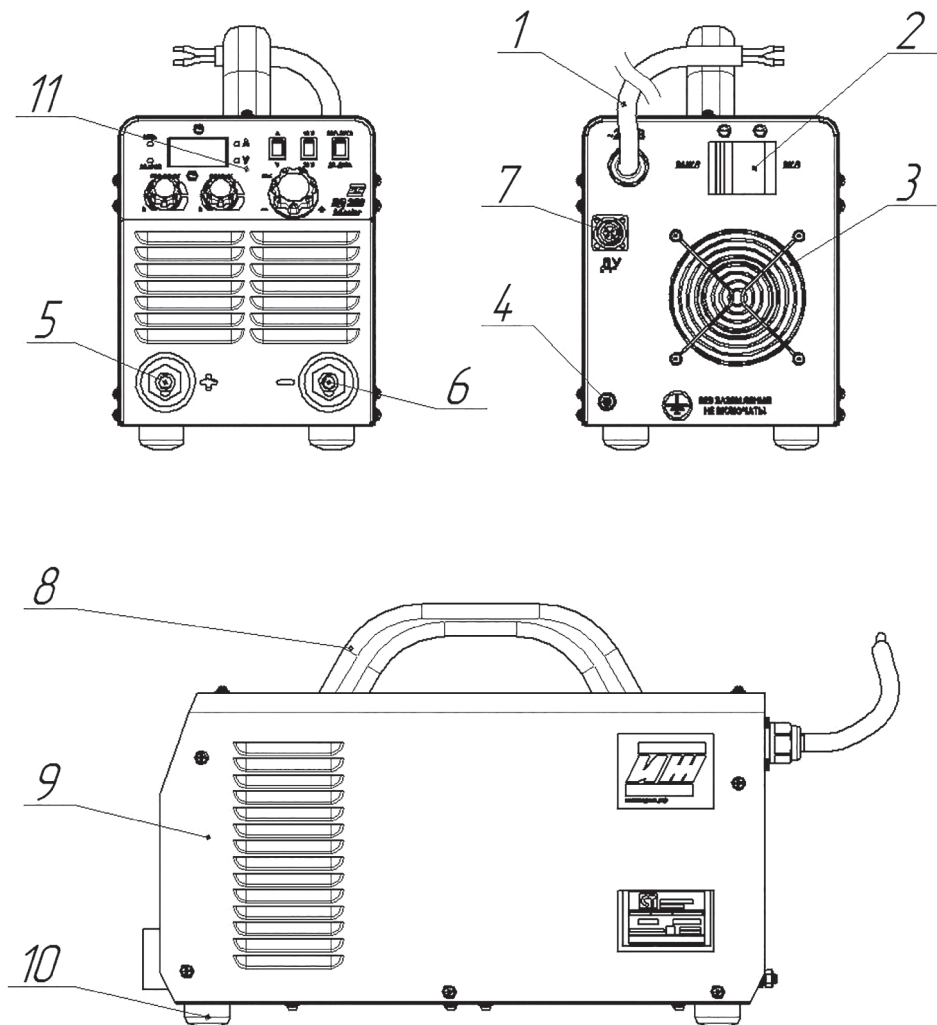
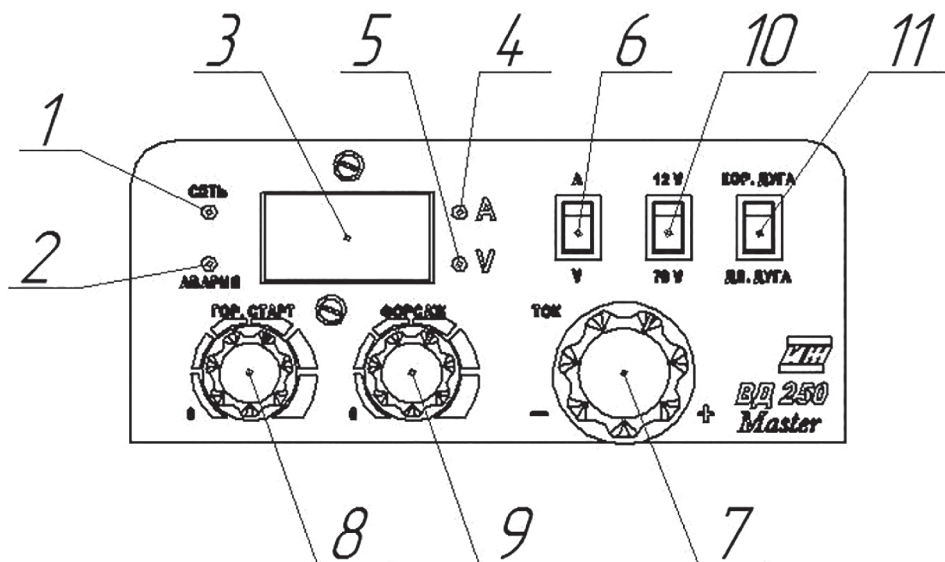

Рисунок 1 – Внешний вид и основные узлы:
Рисунок 2 – Панель управления:
На дисплее выпрямителя (рис.2, п.3) отображается информация об установленном сварочном токе, текущем сварочном токе (токе протекающем непосредственно во время сварки), текущем напряжении и функциях «горячий старт» и «форсаж дуги».
Для того чтобы настроить сварочный ток необходимо установить переключатель отображаемой величины (рис.2, п.6) в положение «А». Загорится индикатор «А» (рис.2, п.4) и на дисплее будет отображаться установленный сварочный ток в Амперах. Изменить установленный сварочный ток можно вращением ручки регулировки тока (рис.2, п.7).
Для того чтобы посмотреть текущее напряжение в сварочной цепи необходимо установить переключатель отображаемой величины (рис.2, п.6) в положение «V». Загорится индикатор «V» (рис.2, п.5) и на дисплее будет отображаться текущее напряжение в сварочной цепи в Вольтах.
Настройки функций «Горячий старт»(HOT-START) и «Форсаж дуги» (ARCFORCE) представлены в виде регулировочных резисторов (рис.2, п.8) и (рис.2, п.9) соответственно, имеющих шкалу на панели управления. Однако более точно их значение отображает дисплей. При вращении ручек регулировки этих функций он автоматически отображает значение изменяемой величины в процентах (от 0 до 100) и через 2 секунды возвращается к показаниям тока или напряжения (в зависимости от настроек пользователя).
Данная функция снижает напряжение холостого хода до уровня менее 12 Вольт для избежания поражения электрическим током во время проведения работ в опасных средах (высокая влажность, металлические ёмкости и т.п.). Активируется переключателем «БСН» (VRD) (рис.2, п.10) в положении «12V». В положении переключателя «70 V» величина холостого хода имеет стандартное значение.
Данная функция предназначена для уменьшения длины сварочной дуги до 2-3 диаметров электрода. Активируется переключателем «Короткая дуга» (рис.2, п.11) в положении «КОР.ДУГА». Рекомендуется для угловых швов или сварки «с отрывом», работы в неудобных положениях для стабильности дуги и т.д. В положении переключателя «ДЛ. ДУГА» дуга имеет длину 4-5 диаметров электрода.
5. Автоматический выключатель выпрямителя (рис.1, п.2) установить в положение «ВЫКЛ»
8. Установить автоматический выключатель выпрямителя (рис.1, п.2) в положение «ВКЛ», проконтролировать работу выпрямителя по светящемуся индикатору «СЕТЬ» (рис.2, п.1) и светящемуся дисплею (рис.2, п.3). Установить переключатель режима отображения величины (рис.2, п.6) в положение «А». Установить необходимое значение сварочного тока с помощью ручки регулировки тока (рис.2, п.7).